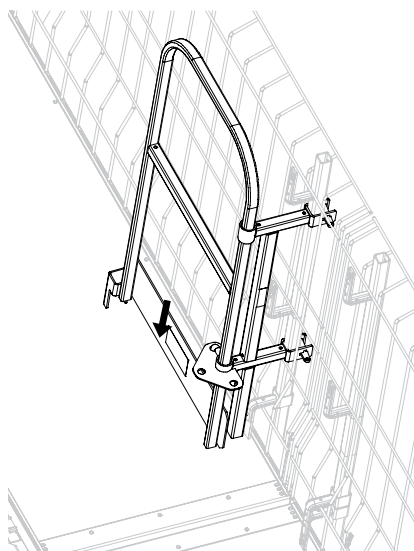

Fig. A8.08
5. Fixer le boulon de blocage (7.3) dans le trou de la plaque de blocage (7.5). (Fig. A8.08)